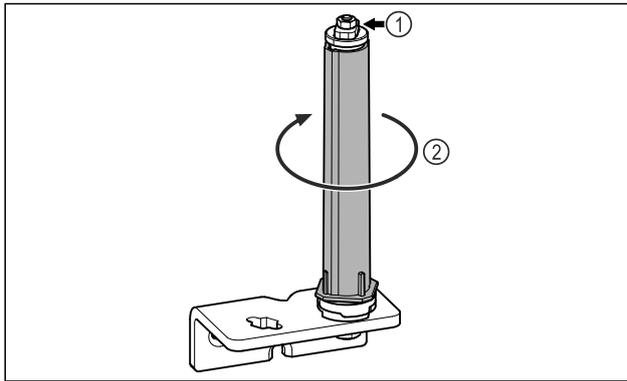

Fig. 29
► Türschließsystem Fig. 29 (1) nicht zerlegen.
► Schließsystem Fig. 29 (2) drehen, bis es klickt.